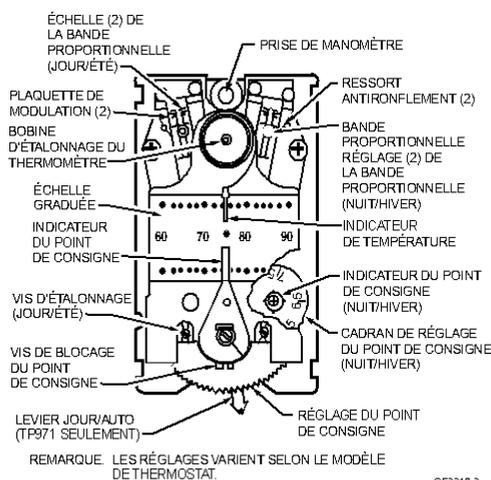

Fig. 3. Indicateurs et leviers de réglage des TP971 et TP972A2218, vu du devant sans couvercle.
Voir la Fig. 3. Si l'installation est effectuée sur un mur qui n'est pas creux, consulter la notice d'installation 95-5597.
1. Retirer le couvercle et installer un manomètre de 0 à 30 psi (0 à 207 kPa) dans la prise de manomètre (Fig. 3).
2. Augmenter tranquillement le réglage du point de consigne (Fig. 3).
2. Réduire tranquillement le réglage du point de consigne (Fig. 3).
3. Faire tourner la vis d'étalonnage (Fig. 3) jusqu'à ce que le manomètre indique 0 psi (0 kPa).
3. Avec une pression d'air de jour à la canalisation principale de 13 psi (91 kPa), faire tourner la vis d'étalonnage de jour (à gauche) (Fig. 3) jusqu'à ce que le manomètre indique 0 psi (0 kPa).
3. Avec une pression d'air d'été à la canalisation principale de 13 psi (91 kPa), faire tourner la vis d'étalonnage de gauche (ÉTÉ) (Fig. 3) jusqu'à ce que le manomètre indique 0 psi (0 kPa).